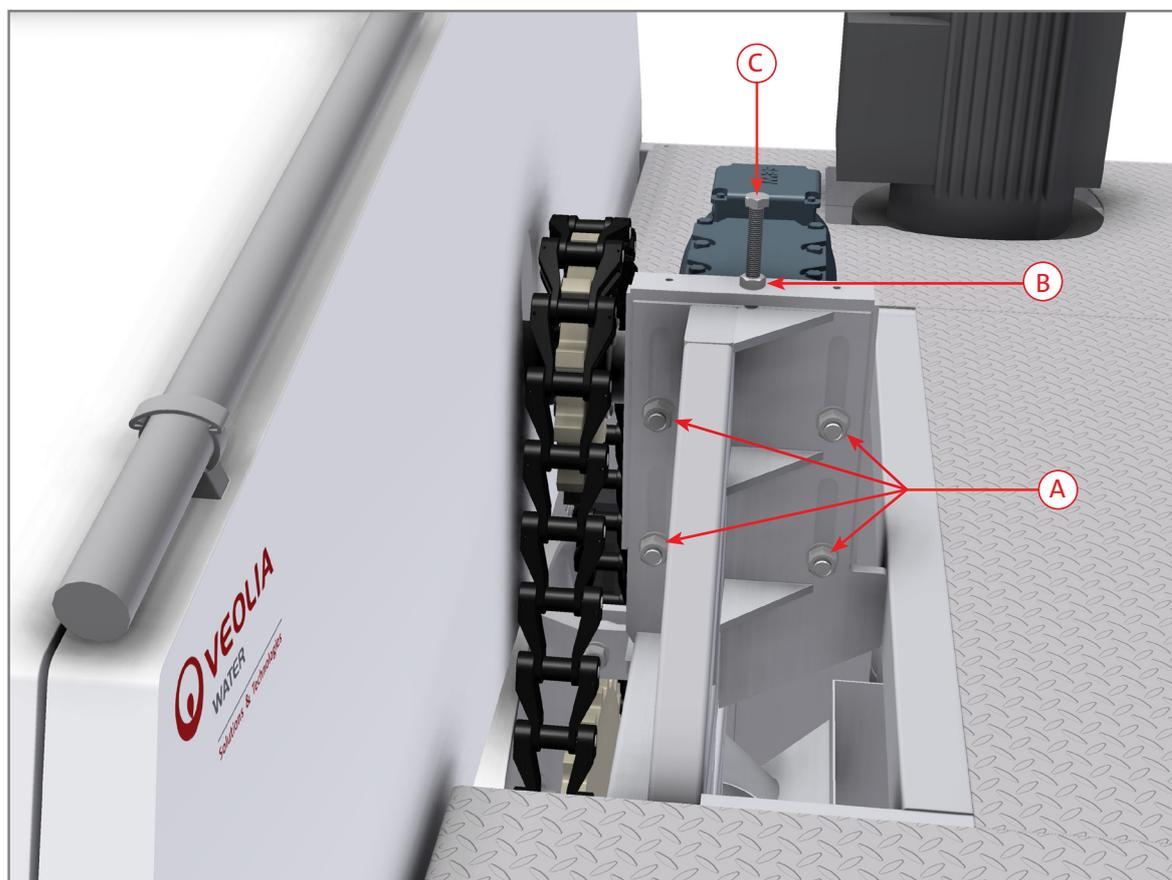

Figure 7.16 Réglage de la tension de la chaîne d'entraînement
1. Tournez l'interrupteur principal sur le mode OFF (0) et verrouillez-le à l'aide d'un cadenas.
2. Retirez les quatre écrous (A) (voir la Figure 7.16).
3. Desserrez l'écrou (B).
4. Réglez la tension de la chaîne à l'aide de la vis (C).
5. Fixez la vis (C) avec l'écrou (B).
6. Serrez les quatre écrous (A).